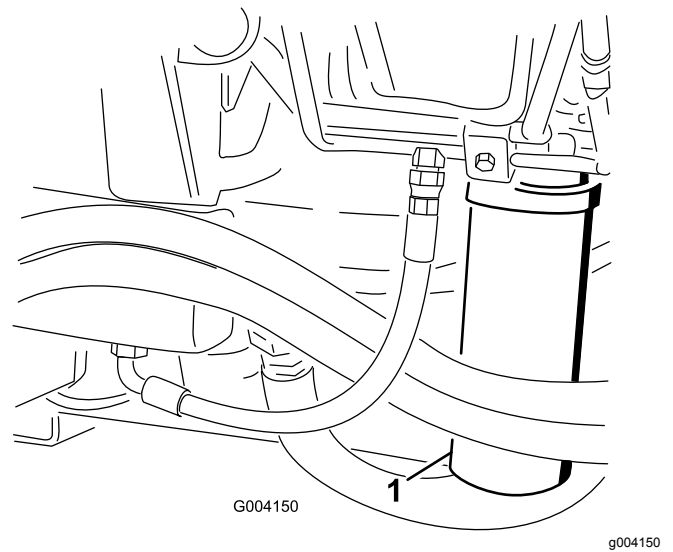
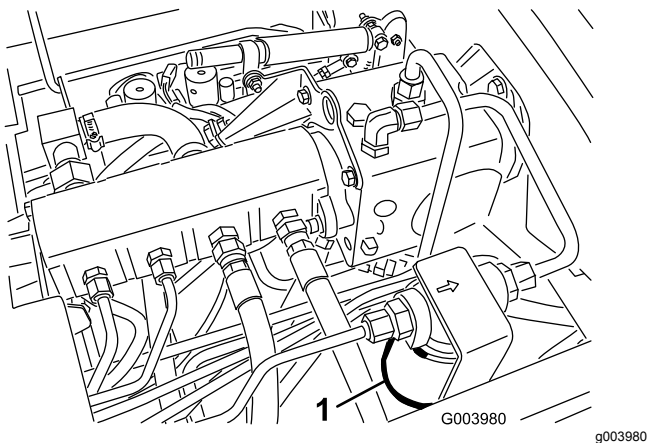

Bild 72
Bild 71
2. Reinigen Sie den Bereich um den Filterbefestigungsbereich und stellen eine Auffangwanne unter den Filter (Bild 71) und (Bild 72).